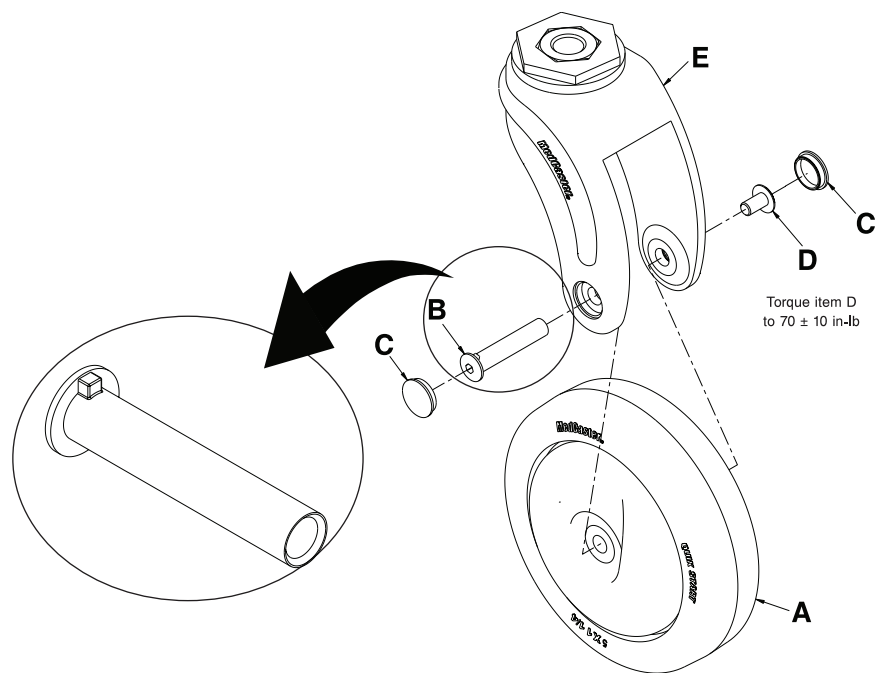

Fig. 8-25: Udskiftning af forreste svinghjul
2. Brug et spidst redskab til at fjerne hæfterne (C) på cylindermøtrikkerne til svinghjulets aksel, og læg disse til side (Fig. 8-25 på side 8-41).
3. Brug to 5/32 tommer sekskantnøgler til at fjerne akslens cylindermøtrik (B) og akselskruen (D). Gem akslens cylindermøtrik og akselskruen. Ved geninstallering af akselskruen skal du bruge en 3/8 tommer drejementnøgle til at spænde akselskruen (D) til  $70 \pm 10$  in-lb ( $8 \pm 1,1$  Nm).
4. Tag fat i svinghjulet (A), og træk det udad for at frigøre det fra gafflen (E). Kassér hjulet.
**Bemærk:** Hovedet på akslens cylindermøtrik (B) er forsynet med en hævet markering (Fig. 8-25 på side 8-41). Justér møtrikken i hjulgafflen (E) ved geninstalleringen.